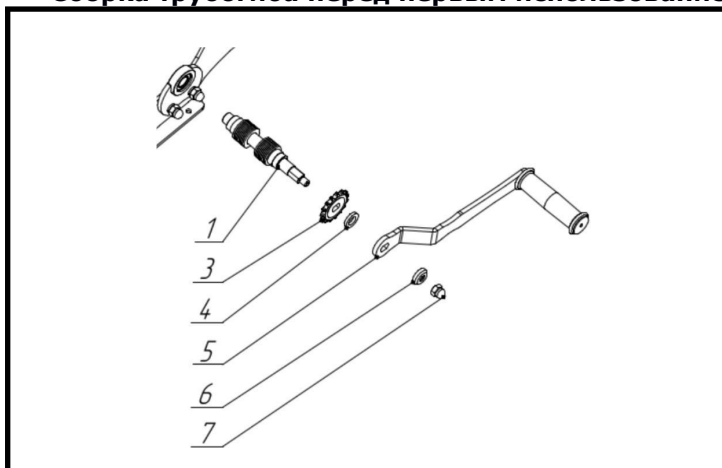

Рис. 7 Порядок сборки приводного валка с ручкой
2. Для того, чтобы использовать трубогиб вам необходимо установить ручку. Для этого, используйте схему на Рис. 7, а именно: